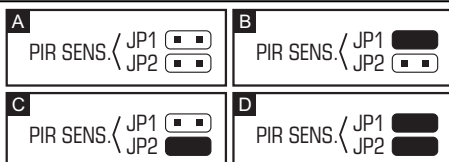

Рис. 2. Способ установки чувствительности извещателя (А – низкая, В и С – средняя, D – высокая чувствительность) [■ – штырьки замкнуты; □ – штырьки разомкнуты].
- PIR SENS.** – определяет чувствительность извещателя (см.: рис. 2);